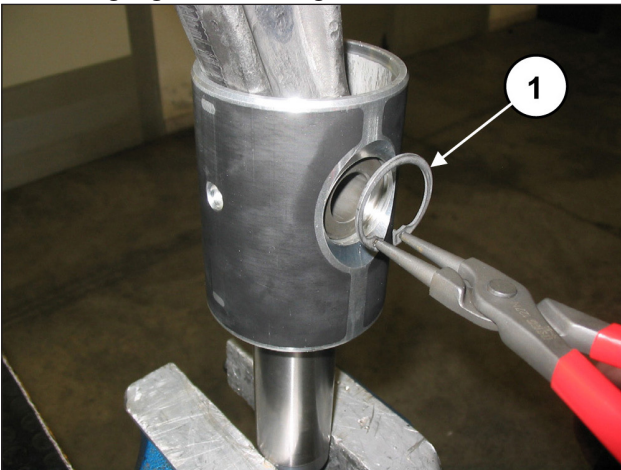

Abb. 34
Entfernen Sie die zwei Seegerringe zur Sicherung des Bolzens mit einem geeigneten Werkzeug (Pos. ①, Abb. 34).
Setzen Sie die Pleuelstange in die Kolbenführung ein (Pos. ①, Abb. 36) und anschließend den Bolzen (Pos. ①, Abb. 35). Montieren Sie die zwei Seegerringe zur Sicherung mit dem entsprechenden Werkzeug (Pos. ①, Abb. 34).